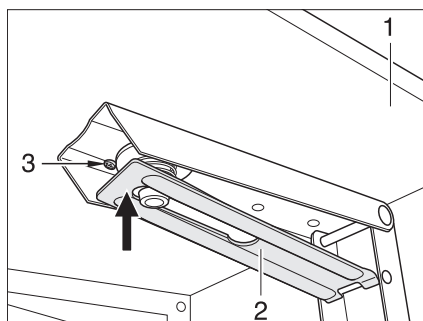

Fig. 63 Apoyo de la prolongación del banco de asiento
- Abatir la prolongación del banco de asiento (Fig. 63,1) hacia arriba. El apoyo (Fig. 63,2) engatilla automáticamente.
- Presionar el apoyo (Fig. 63,2) hacia arriba en sentido de la flecha, contra la resistencia del resorte espiral (Fig. 63,3). La prolongación del banco de asiento está desbloqueada.